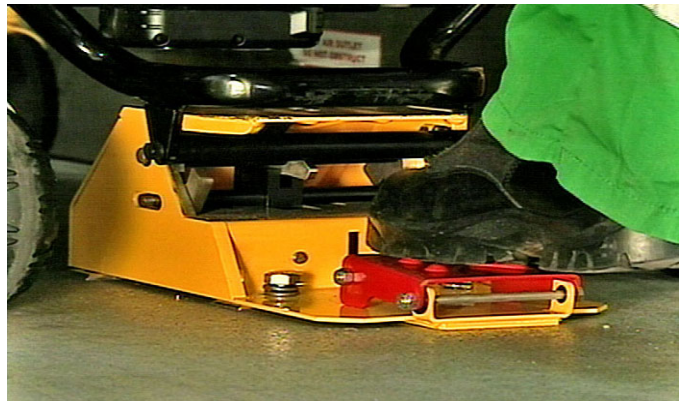

Figura 18 – Rimuovere la barella
2. Estrarre la barella dalla cabina paziente (Figura 18).